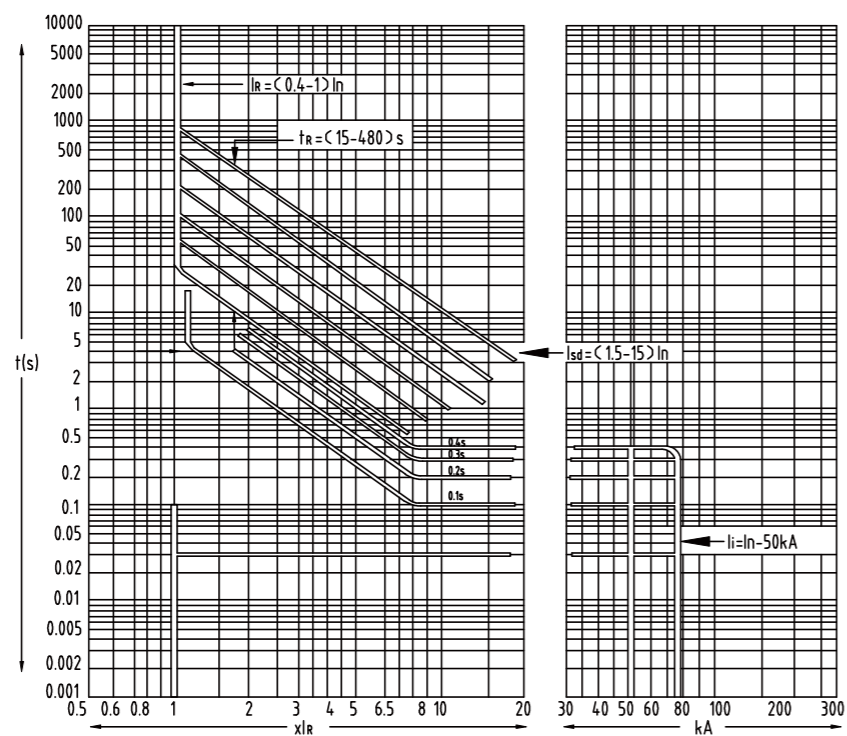

图1 过电流脱扣器保护特性曲线
4.5.1 过电流脱扣器保护特性曲线见图1，接地故障保护特性曲线见图2。